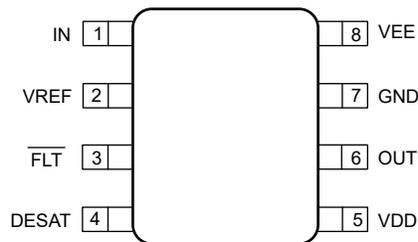

图 1. 采用 D 封装的 UCC57108B-Q1 的引脚排列。
去饱和和保护是检测短路故障的一种常用方法，已集成到 UCC5710x-Q1 中。UCC5710x-Q1 是德州仪器 (TI) 首款具有集成保护功能的非隔离式栅极驱动器，如图 1 所示。